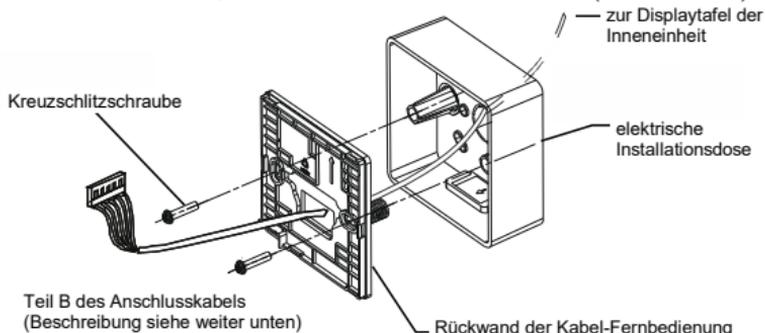

Abb. 3.6
- 4) Ziehen Sie das Ende des abgeschirmten Kabels, das durch das Elektroinstallationsrohr in der Wand durchgezogen wurde, durch das Loch für Kabel in der Rückwand durch. Befestigen Sie die Rückwand der Kabel-Fernbedienung an der elektrischen Installationsdose über die Distanzsäulen mit Philips-Kreuzschlitzschrauben (Zubehör 1). Vergewissern Sie sich nach dem Einbau, dass die Rückwand nicht verformt ist (siehe Abb. 3.6).